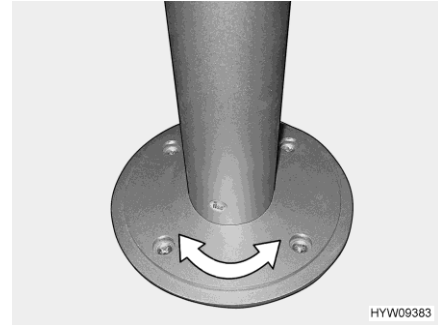

Bild 81 Säulen-Tischfuß (drehbar)
- Tischplatte in gewünschte Stellung drehen. Dazu ist etwas Kraftaufwand nötig, denn die Tischplatte dreht sich gegen den Reibungswiderstand am Säulen-Tischfuß (Bild 81).